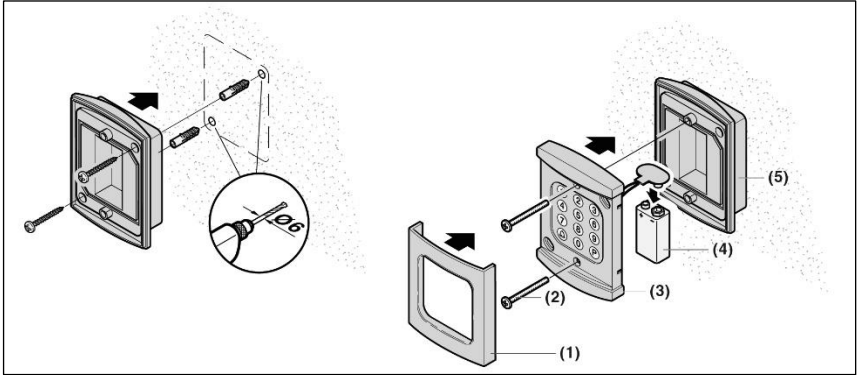

Fig. 1
3 Gerätebeschreibung (Fig. 1)
4.1 Funk-Codetaster montieren (Fig. 1 und 2)